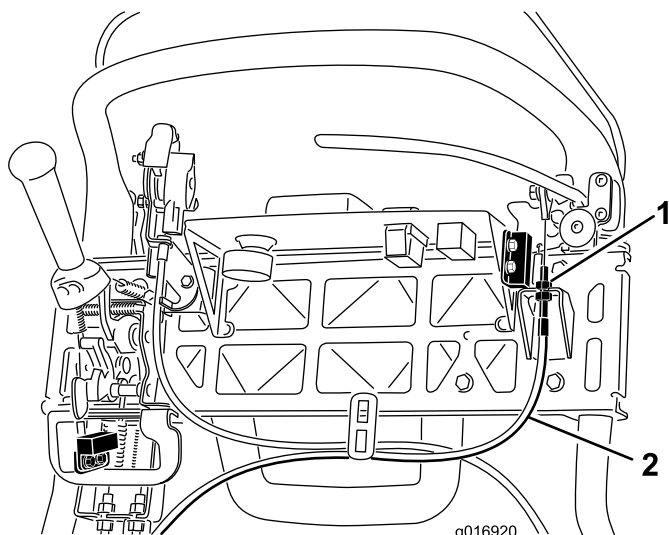

Figura 40
3. Per aumentare la tensione del cavo, allentate il controdado del cavo superiore e serrate il controdado del cavo inferiore (Figura 40) finché non occorre una forza di 156 N applicata sulla leva del freno per rilasciare il fermo del freno di stazionamento.